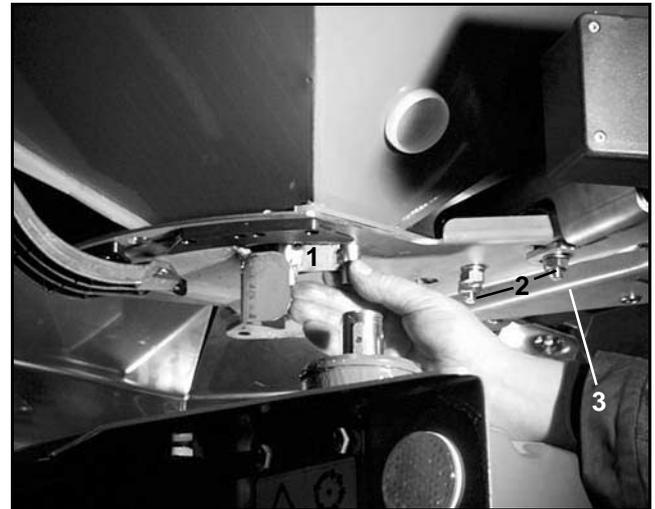

Fig. 2
- Ahora por la sección transversal de la abertura de pasada liberada debe ser fácil meter a través de ella el calibre ajustador (Fig. 2/1) (accesorio especial)
- Aflojar los tornillos de fijación (Fig. 2/2) de la consola del servomotor (Fig. 2/3) .
- Introducir el calibre ajustador (Fig. 2/1) en la abertura de pasada.
- Mover la consola del servomotor (Fig. 2/3) hacia el calibre ajustador y reapretar los tornillos de fijación (Fig. 2/2).